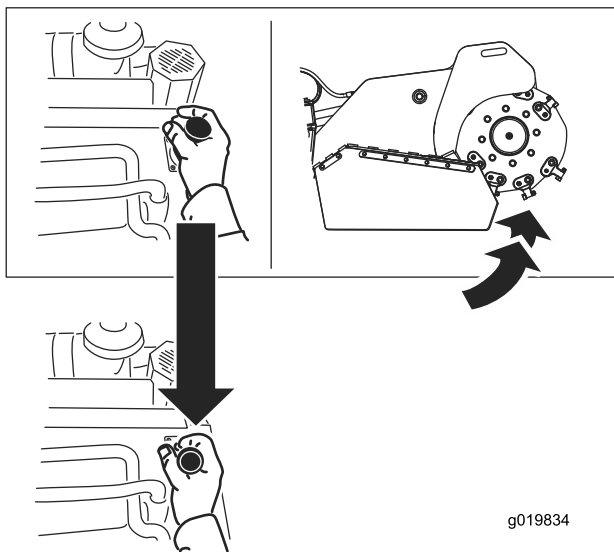

Figure 13
- Pour relever la rogneuse, tirez le levier en arrière (Figure 13).